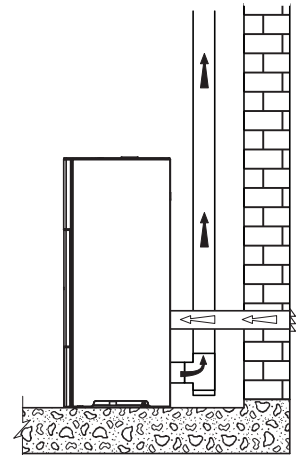

fig. 5.6
- Conectar la entrada del aire comburente de la estufa a la toma de aire mediante un conducto específico (Fig. 5.6).